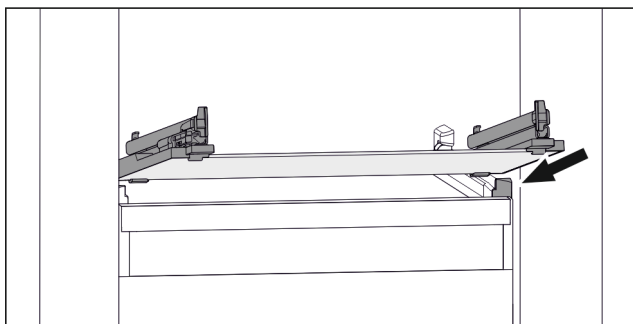

Fig. 161 Příklad znázornění skleněné desky
- Nasadte skleněnou desku šikmo za zářádky. (viz Fig. 161)